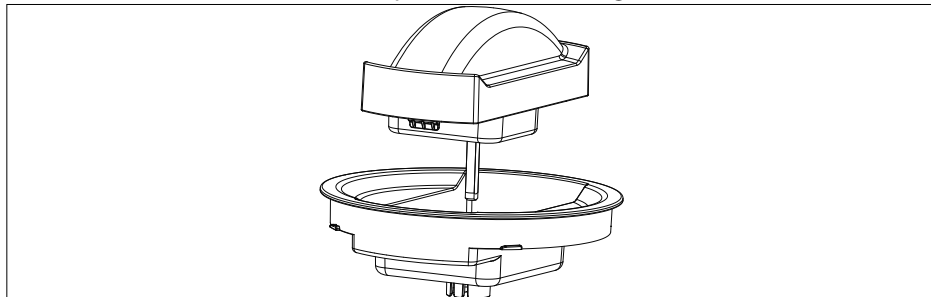

Fig. 5
- ▶ Montare il blocco motore sul coperchio (vedere la fig. 5).